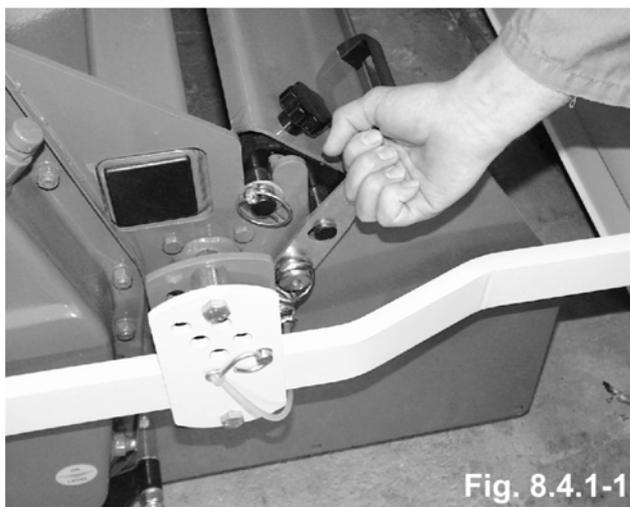

Fig. 8.4.1-1
- Si vous ne parvenez pas à enlever l'objet qui bloque le rotor, retirez le capot (fig. 8.4.1-1).
- enlevez complètement la grille (fig. 8.4.1-2),